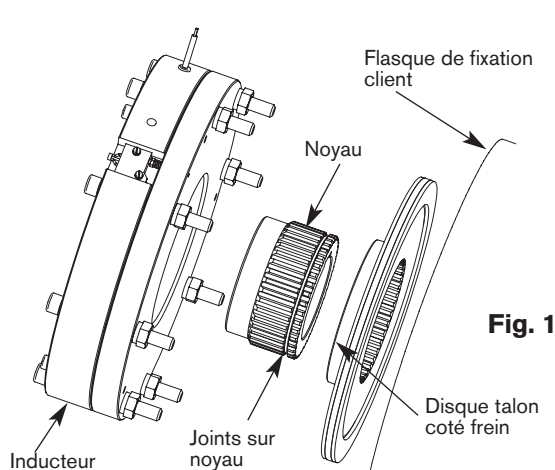

Fig. 1
- Monter le joint d'amortissement sur le noyau (voir Fig. 1)
- Engager le disque sur le noyau suivant Fig.1, talon côté frein